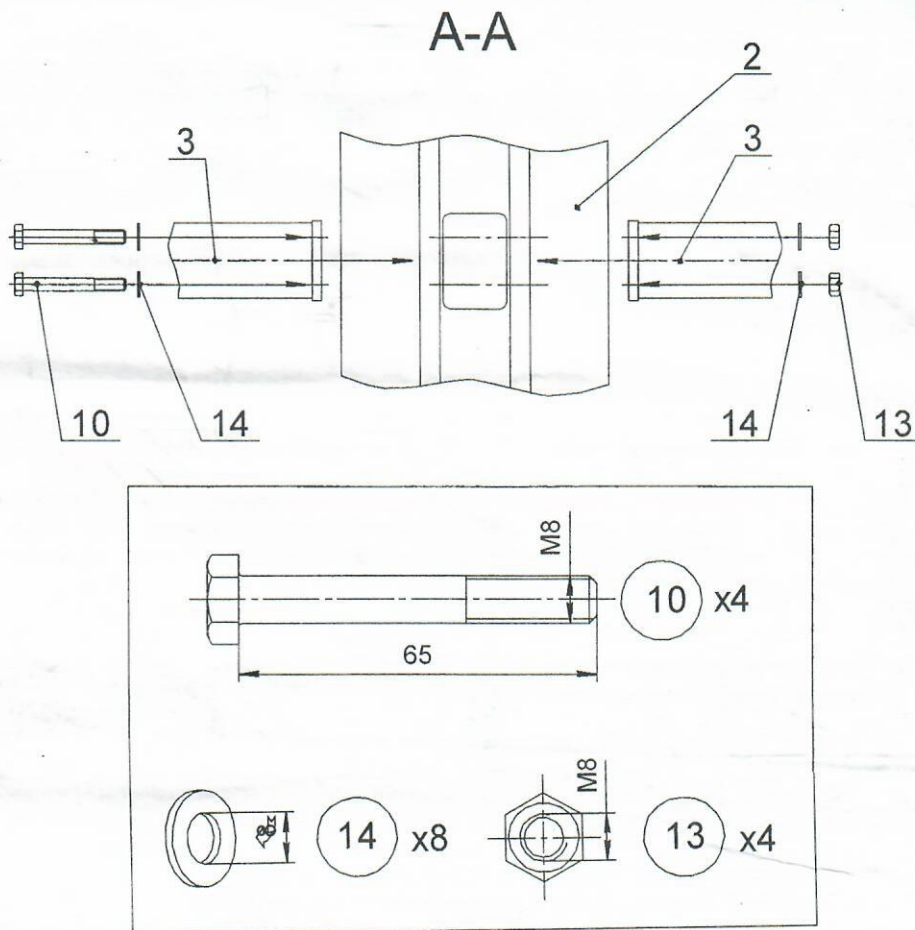

Рис.6
10.3.3.1 На стойку поз.2 установить и закрепить ручки поз.3 (рис.6)